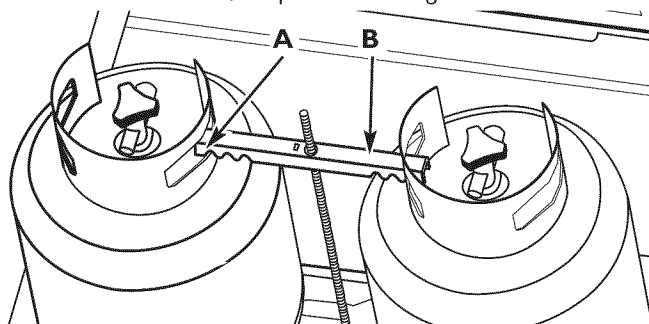

Figure 6 - Support de retenue Adéquatement-Aligné
3. Glissez le support de retenue pour réservoir de combustible PL dans la tige filetée. Placez le support de façon à ce que les encoches soient alignées avec les trous de bague du réservoir de combustible PL, tel qu'illustré à la Figure 6.
5. Soulevez et enlevez le support de retenue pour réservoir de combustible PL de la tige filetée (voir Figure 6). Il peut être nécessaire de "remuer" les réservoirs de combustible PL pour libérer le support de retenue.